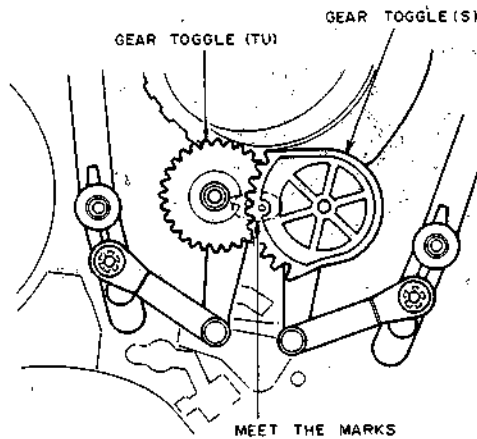

Fig. 4-12
8) Set the GEAR TOGGLE (TU) and (S) to the unloaded position with your fingers. At this time match the marks of the GEAR TOGGLE (TU) and (S) as shown in Fig. 4-12.
8) Mettre à la main les DÉCLENCHEURS D'ENGRENAGE (GEAR TOGGLE) (TU) et (S) sur la position déchargée. Faire coïncider les repères des DÉCLENCHEURS D'ENGRENAGE (GEAR TOGGLE) (TU) et (S) de la manière illustrée à la Fig. 4-12.